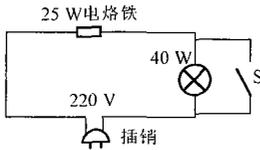

图 1
1. 如图 1 所示的电路, 使用电烙铁时将开关 S 闭合, 不用时将开关 S 断开。电烙铁的额定电压为 220V, 功率为 25W, 电灯的额定电压和功率为 220V、40W。试计算当 S 断开和闭合